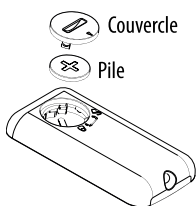

Fig. 1
(voir fig. 1)
- Pour remplacer les piles, retirez le couvercle des piles en le tournant. Remplacez la pile en prenant soin de respecter la polarité correcte (voir figure 1).
- Pour nettoyer le filtre retirer la grille arrière en la tirant vers l'extérieur (fig. 1). Retirez le filtre antipoussière qui retient les impuretés de l'air aspiré dans la pièce, soufflez légèrement, puis remettez-le dans l'appareil.